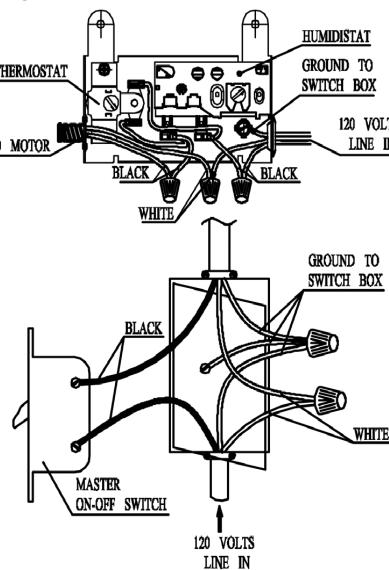
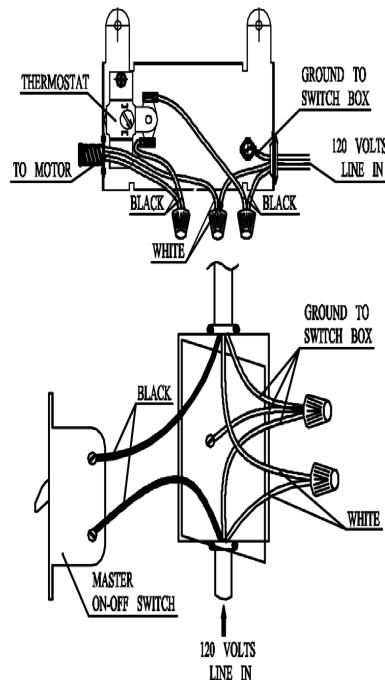

Figure 9 – Diagramme de câblage pour le raccordement de fil 10W195/ 10W198/ 10W199/ 10W201
Figure 10 – Diagramme de câblage pour le raccordement de fil 10W196 et 10W197
8. Connecter le câble métallique Noir et Blanc en dehors de la boîte de commande aux lignes électriques commandées par un interrupteur principal "Marche/Arrêt" suivant les indications du diagramme de câblage dans la figure 9 pour 10W193 et 10W194. Fig.10 pour 10W195, 10W196, 10W197, 10W198, 10W199 et 10W201.